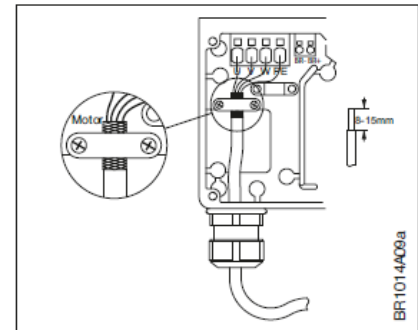

Abbildung 3-11
- WICHTIG! Motorkabel müssen immer geschirmte Kabel sein, deren Schirmung in dem zu diesem Zweck eingerichteten Montagebügel zu terminiert ist. Siehe Abb.3-11.